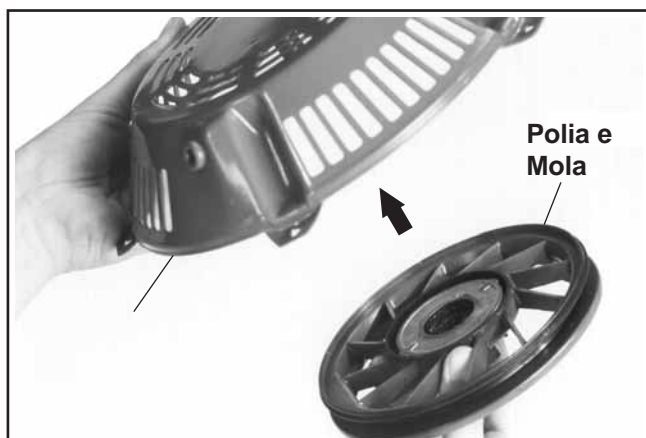

Figura 7-9. Instalar a Polia e a Mola no Alojamento.
2. Instale o conjunto da mola e do passador no alojamento do motor de arranque. Consulte a Figura 7-9.